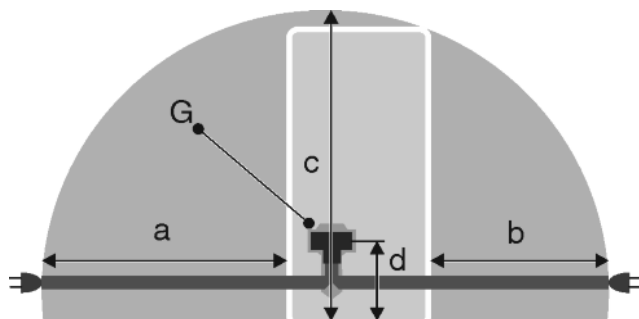

Fig. 25
- Розетка знаходиться за межами зони задньої стінки пристрою у заданому діапазоні Fig. 25 (a, b, c).
- ▶ Штекер пристрою Fig. 25 (G) вставити на задній стінці пристрою. Слід звернути увагу на належну фіксацію.